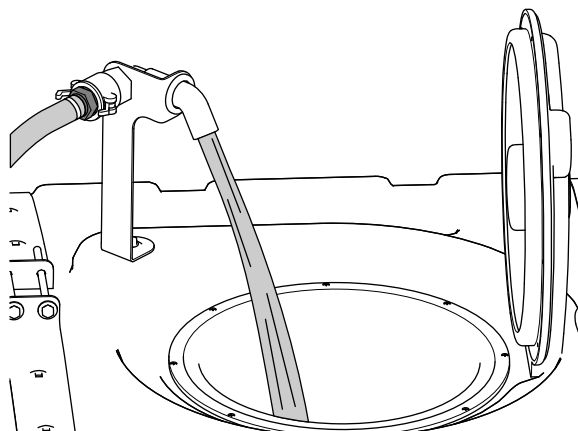

Figura 30
5. Adicione $\frac{3}{4}$ da água necessária ao depósito de pulverização (Figura 30).